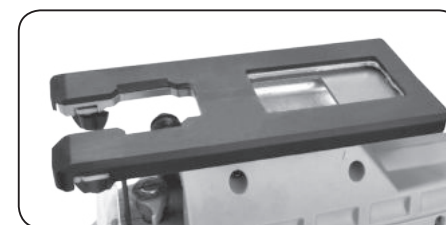

Abb. 3
- ✓ **Abnehmbare Kunststoffabdeckung** an der Fußplattenunterseite zum Schutz des Materials mit kratzempfindlicher Oberfläche und zur Dämpfung von Vibrationen (siehe Abb. 3).